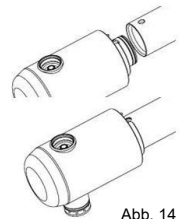

Abb. 14
- Drücken Sie den Arretierstift des Ausgangsstücks und stecken Sie es mit leichten Drehbewegungen in das Schlagrohr (Abb. 14). Der Arretierstift muss einrasten!